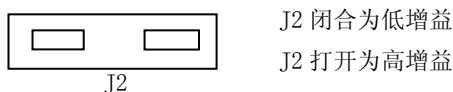

图 2 跳线位置图
5.1.4 调节器增益选择，用跳线端子 J₂ 选择，如图 2 所示。
附图2 外形及安装示意图